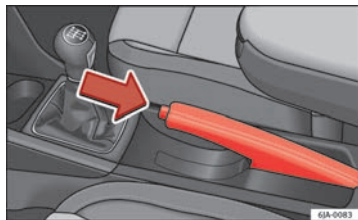

Fig. 102 Console centrale: freno a mano
- Tirare leggermente la leva del freno verso l'alto e **contemporaneamente** premere il tasto di sblocco ⇒ fig. 102.